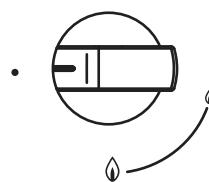

Fig. 8
- Pentru a aprinde plita apăsați butonul de control corespunzător și roțiți în sensul contrar acelor de ceasornic înspre simbolul flacără mare (fig. 8).